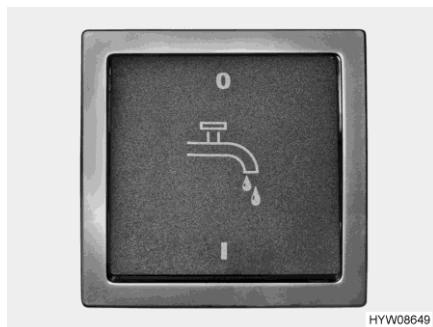

Fig. 124 Interruptor (bomba de agua)
- ▷ Antes de poder utilizar la grifería para agua, deberá estar conectada la alimentación de 12 V en el panel y la bomba de agua en el interruptor (Fig. 124). De lo contrario la bomba de agua no funciona.